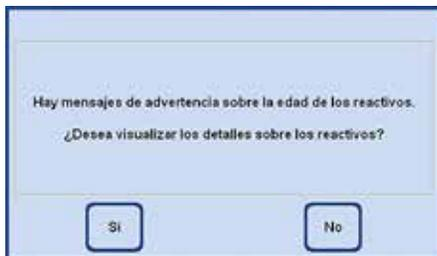

Fig. 223
- Cuando en el estado del reactivo se han superado los umbrales, al concluir el programa de lavado aparece el mensaje de advertencia correspondiente (fig. 223).